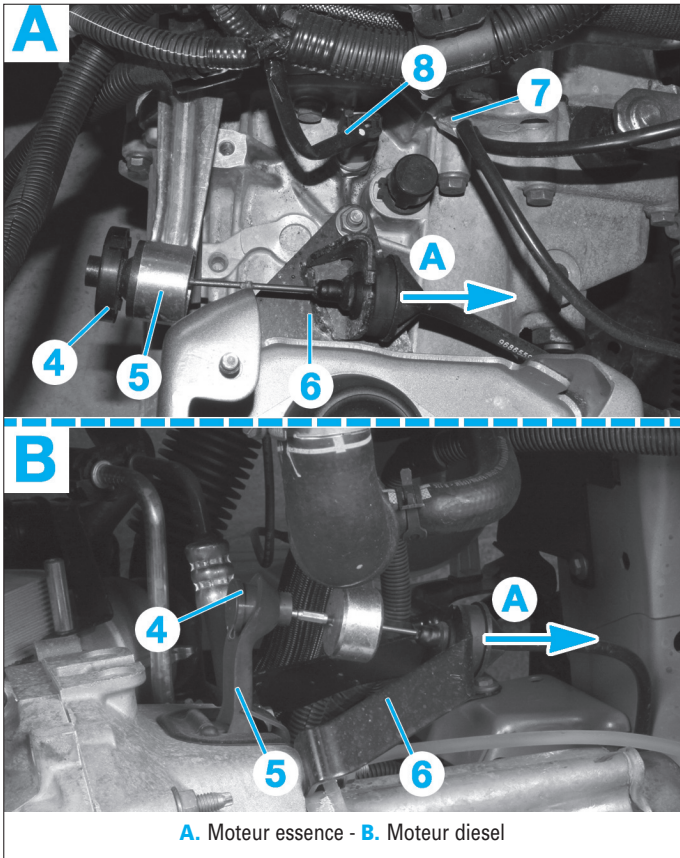
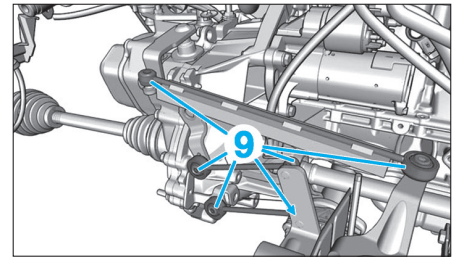

Fig. 5
Fig. 6
- Désaccoupler le câble d'embrayage (4) du levier de commande d'embrayage (5) (Fig.5).
- Tirer sur le câble d'embrayage (4) suivant la flèche (A).
- Dégager le câble d'embrayage du support arrêt de gaine (6).
- Débrancher le fil de masse sur la boîte de vitesses (7).
- le connecteur du contacteur de marche arrière (8),
- Désaccoupler les rotules (9) à l'aide de l'outil [1] (Fig.6).